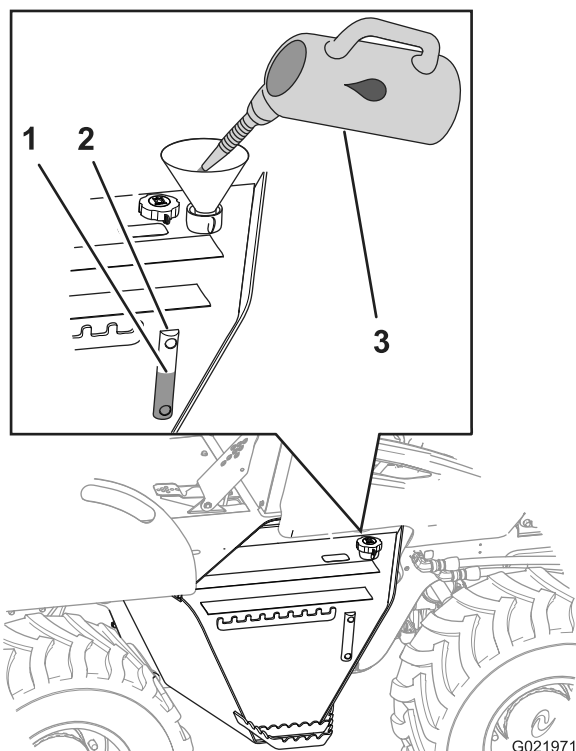

Bild 22
3. Prüfen Sie den Hydraulikölstand am Schauglas an der Seite des Hydraulikbehälters (Bild 22).
4. Wenn der Hydraulikölstand unter der Add-Markierung liegt, nehmen Sie den Deckel bzw. Entlüfter (Bild 22) ab, füllen Sie genug Hydrauliköl ein, um den Füllstand bis an die Voll-Markierung anzuheben; setzen Sie den Deckel bzw. Entlüfter ein.